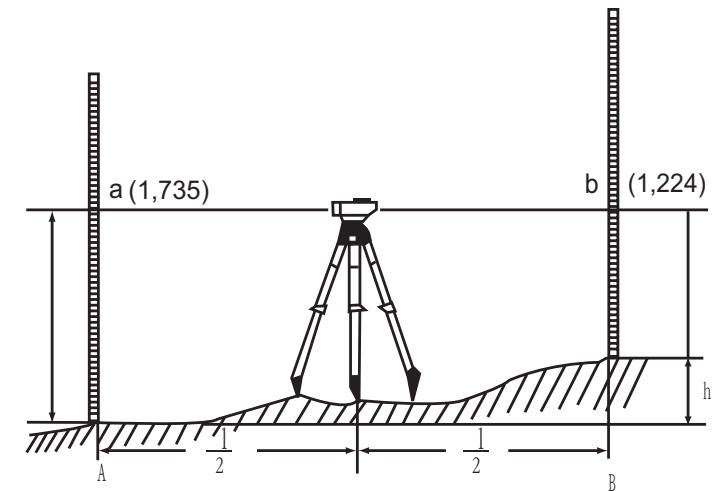

Рис. 5
- (1) Установите прибор приблизительно посередине между точками А и В.
- (2) Установите рейку вертикально на точке А. Возьмите отсчет  $a$  по рейке на точке А.
- (3) Установите рейку вертикально на точке В. Возьмите отсчет  $b$  по рейке на точке В.
- (4) Разность отсчетов  $a - b$  является превышением точки В относительно точки А (рис.5).